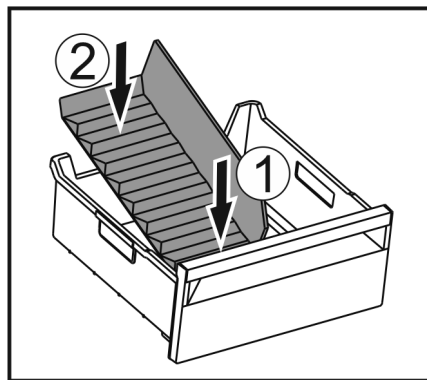

Fig. 171
- Вставити передню частину перегородки відділення для льоду. Fig. 171 (1)
- Опустити задню частину перегородки відділення до дна ящика для кубиків льоду. Fig. 171 (2)